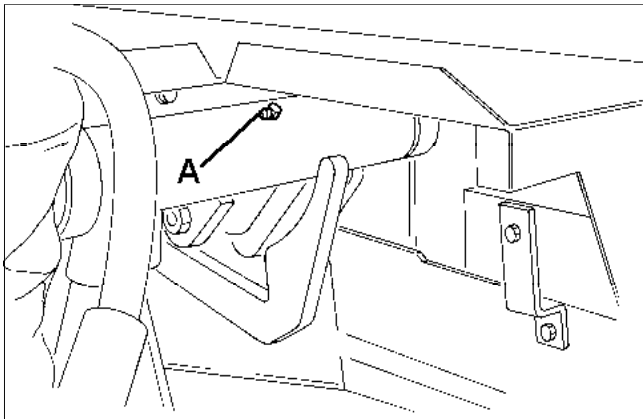

Fig.28
- (a) Vordere Hubarmlagerungen (A Bild 28).
- (a) Perni dei bracci di sollevamento anteriori (A Fig. 28)